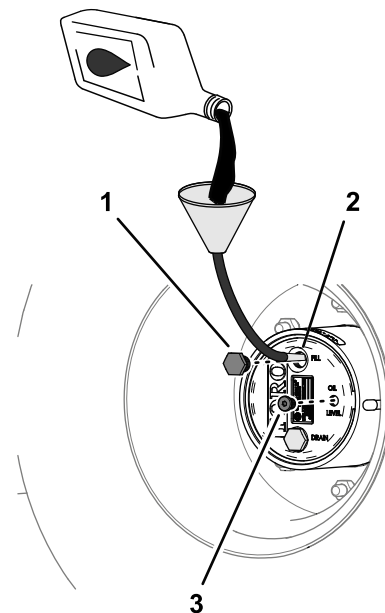

图 88
4. 如果润滑油油位较低应取出加油塞添加指定润滑油直至油开始从检查塞孔中流出图 88 请参阅行星齿轮传动润滑油规格 (页码 57)。
## 6. 安装加油塞和检查塞图 88。
- 通过加油塞孔缓慢添加指定齿轮润滑油请参阅 检查行星齿轮传动润滑油 \(页码 57\) 中的图 88。
- 安装加油塞和检查塞请参阅 检查行星齿轮传动润滑油 \(页码 57\) 中的图 88。